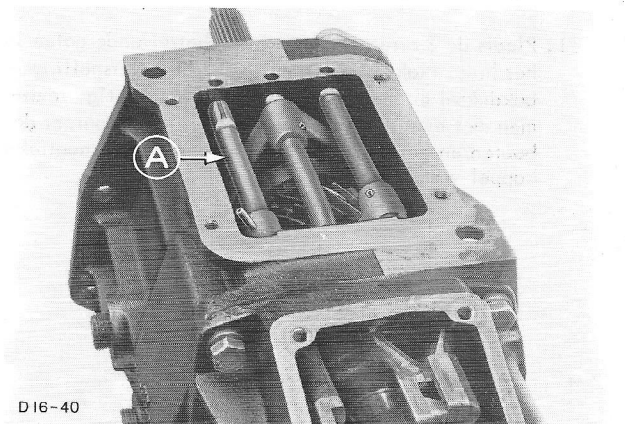

Fig.113 A - Schakelvorkas voor de achteruit.
55. Schuif de schakelvorkas voor de achteruit door het linker gat in het huis en tegelijkertijd in de betreffende schakelvork. Monteer de holle borgpen (fig.113).